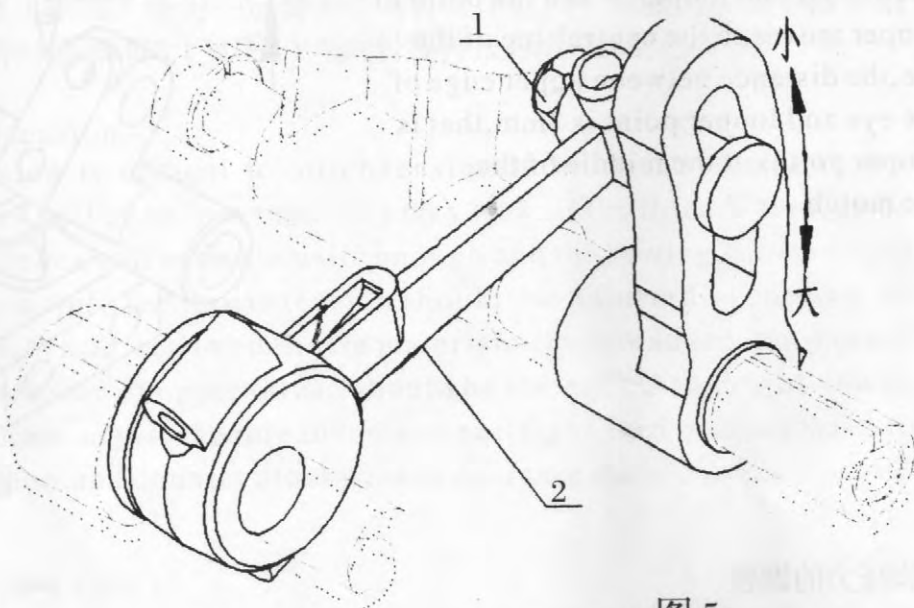

图 5
9、针距的调节 (图5)
Adjusting the stitch length (fig.5)